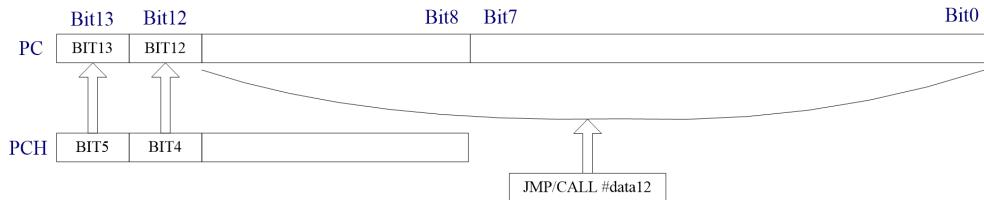

图 3.4 执行 JMP/CALL 指令时 PC 的变化图
当需要改变程序计数器到固定地址（包括跳页）时，可以通过写 PCH 寄存器确定高 6 位地址（写 PCH 寄存器不会改变 PC 的值），当写低 8 位地址数据到 PCL 寄存器时，程序计数器的 14 位地址数据将更新，变为 PCH 寄存器和 PCL 寄存器的数据，如图 3.4 所示。
在执行 JMP 或者 CALL 指令时，程序计数器 (PC) 的值将变为 PCH_BIT5 和 PCH_BIT4 以及指令所带立即数 (#data12)，如图 3.4 所示。